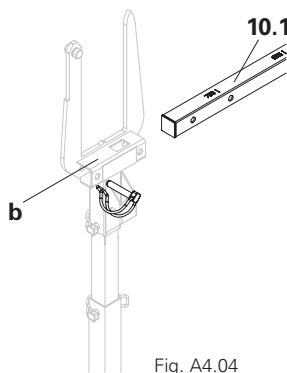

Fig. A4.04
3. Infilare l'asta di misura (10.1) nell'alloggiamento (b). Infilando l'asta, controllare che i numeri in alto siano visibili. Regolare la dima distanziatrice sull'interasse di orditura desiderato. (Fig. A4.04)